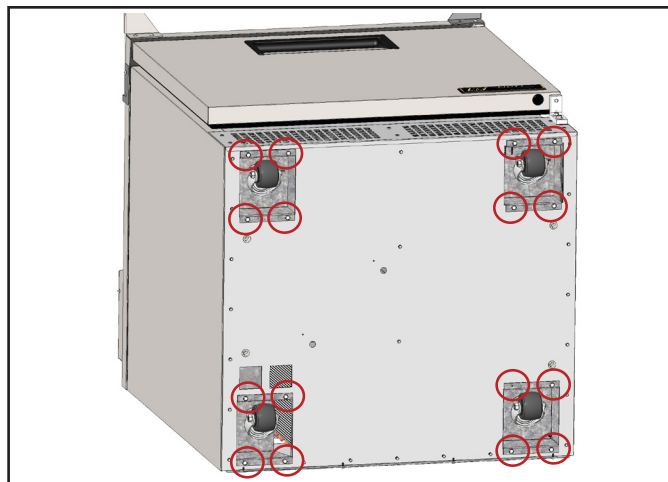

Fig. 11. Localizzare la cassetta delle ruote orientabili. Rimuovere le quattro viti di fissaggio della cassetta.
2. Rimuovere la cassetta delle ruote orientabili. Vedere fig. 11.